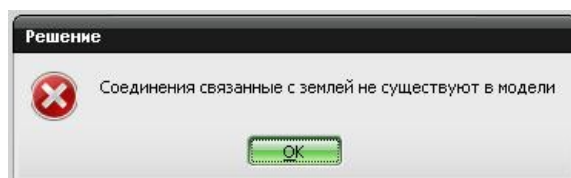

рис. 31
- Но если вы уберете все *кинематические связи* исследуемого тела, и примените к единственному телу, например, внешнюю силу или момент, или зададите ему начальное перемещение, то во время *Решения* система выдаст сообщение как на рис.31, и анализ станет невозможным. Это произойдет потому, что в этом случае неподвижное основание вообще никак не упомянуто.